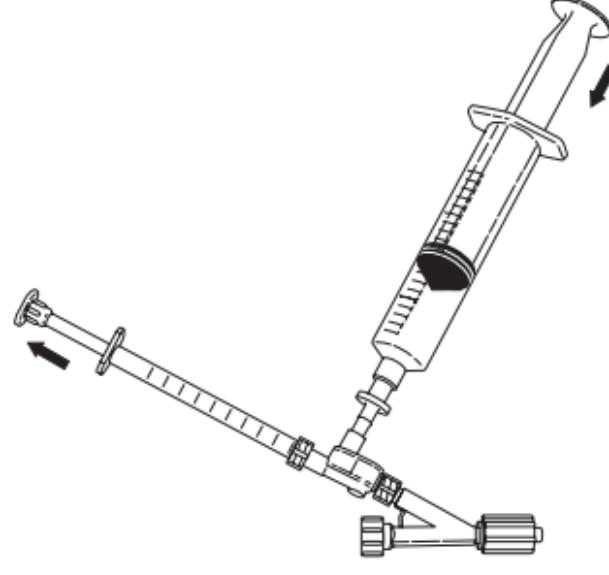

Fig. 4
6. Anslut 1 mL-sprutan till injektionsporten och aspirera 0,5 mL lösning. Ta bort 1 mL-sprutan och töm sprutan på alla luftbubblor. Lämna en konvex bubbla av lösning i injektionsporten innan 1 mL-sprutan återansluts genom att trycka ned 20 mL-sprutan något för att fylla injektionsporten. Fäst åter 1 mL-sprutan vid injektionsporten. (**Fig. 4**)